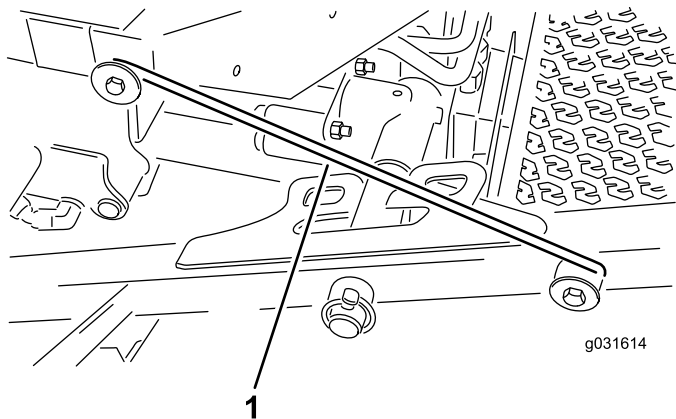

Bild 31
4. Lösen Sie die Riegelstange aus der Halterung am vorderen Trägerrahmen (Bild 31).
5. Heben Sie die Außenseite der Frontmähwerke an und positionieren den Riegel über den an der Vorderseite der Fahrerplattform befestigten Rahmenstift (Bild 31).